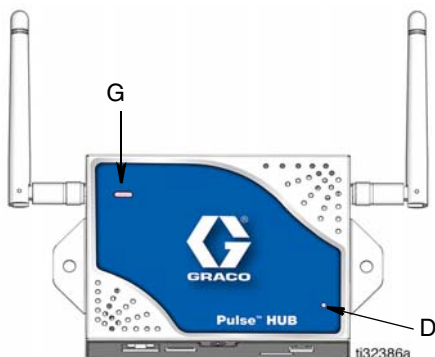

图 5
(图 5) 已打开，且 HUB 运行正常。
脉冲液体管理软件的状态由 HUB 状态指示灯 (G) (图 5) 来指示。在进行诊断定义之前，请参见 HUB 状态指示灯表。